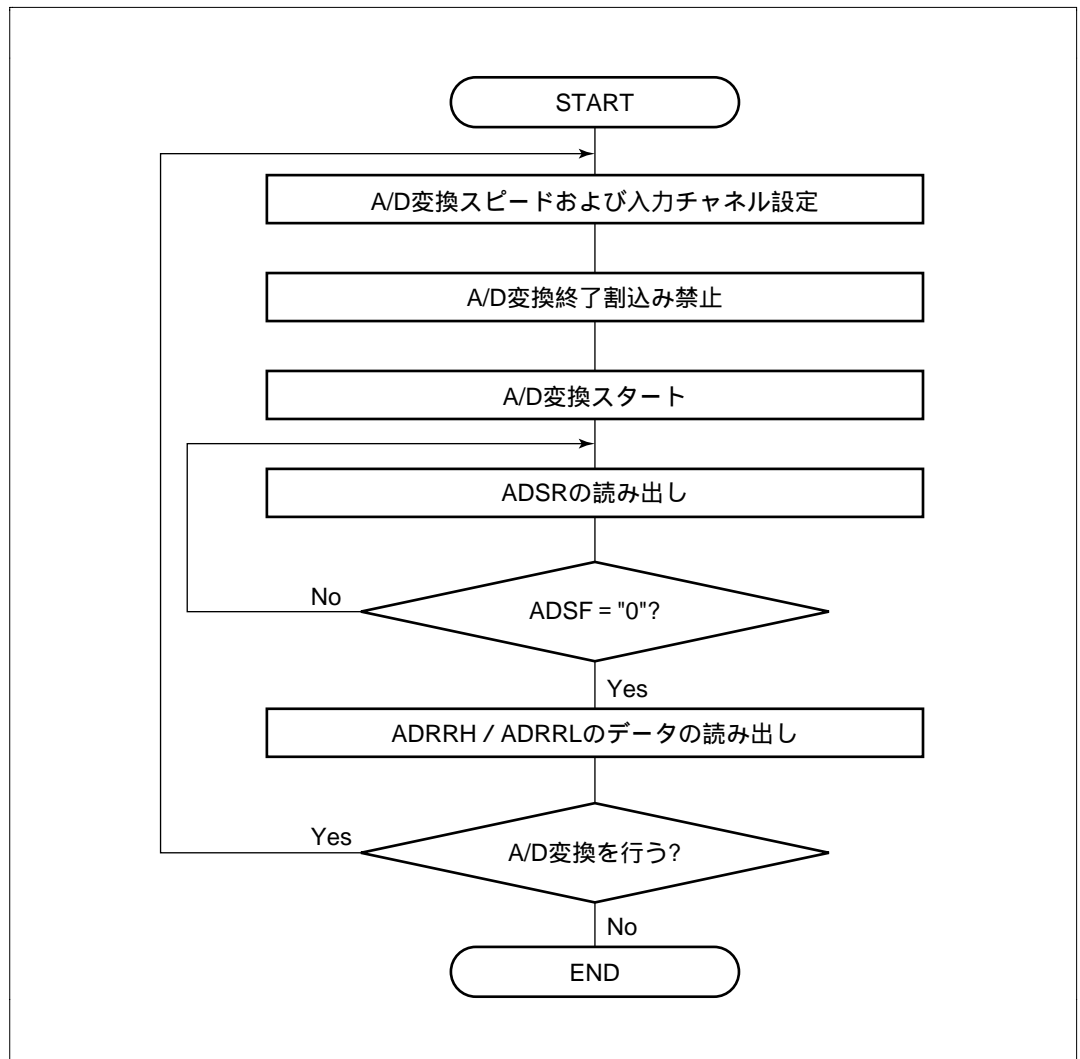
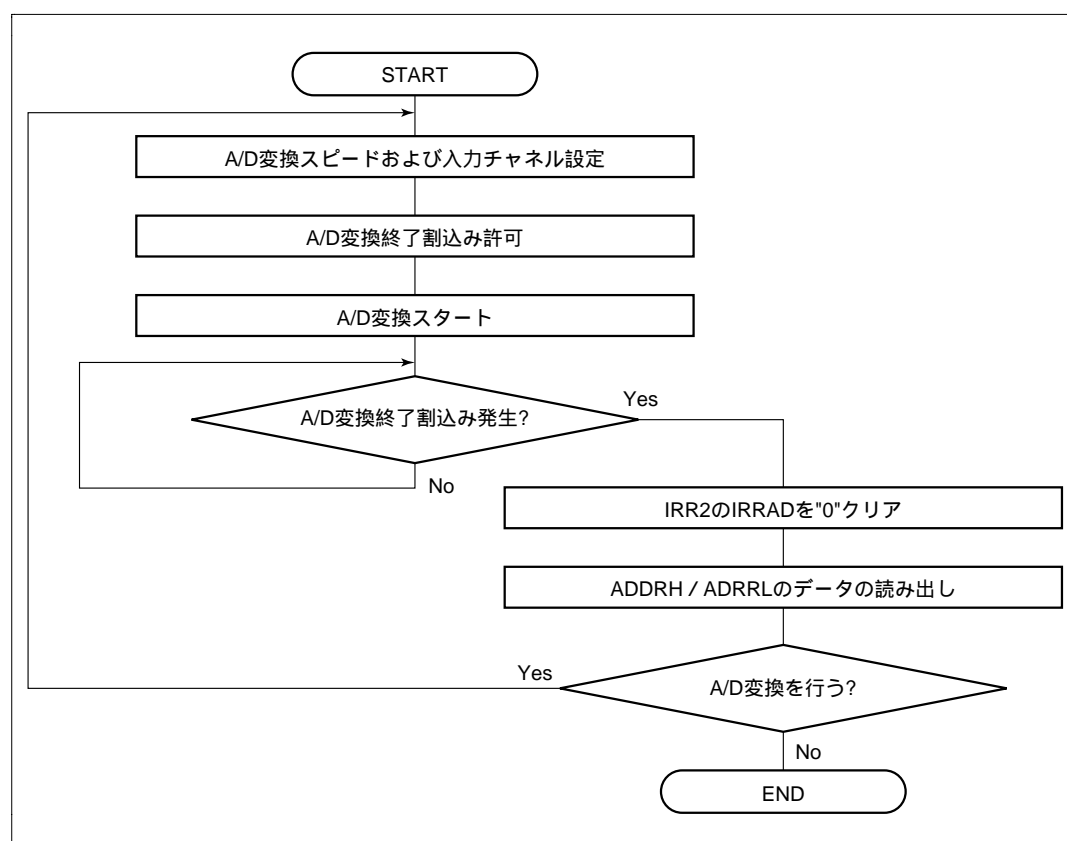

図 12.4 A/D 変換器の使用手順の概念フロー
図 12.5 A/D 変換器の使用手順の概念フロー
- (1) 入力チャンネルを AN_i (AMR の CH3 ~ CH0 を "0101")、IENAD = "1" に設定して、A/D 変換を開始 (ADSF = "1") します。
- (2) A/D 変換が終了すると、IRRAD が "1" にセットされ、A/D 変換結果が ADRRH と ADRL に格納されます。同時に ADSF = "0" となり、A/D 変換器は変換待機となります。
- (3) IENAD = "1" となっているため A/D 変換終了割込み要求が発生します。
- (4) A/D 割込み処理ルーチンが開始されます。
- (5) A/D 変換結果を読み出して、処理します。
- (6) A/D 変換処理ルーチンの実行が終了します。
この後、ADSF = "1" にセットすると A/D 変換が開始され (2) ~ (6) を行います。A/D 変換器の使用手順の概念フローを図 12.4、図 12.5 に示します。